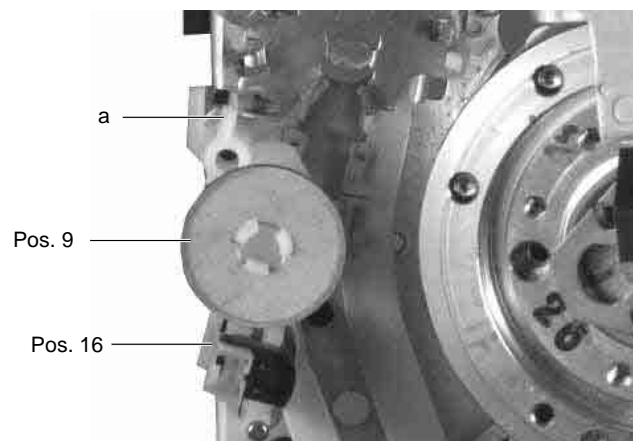

Fig. 21
- Décrocher le crochet de fixation du ressort (a) et retirer le dispositif stabilisateur à galets (Pos. 9) par le haut (Fig. 21).
- Retirer la tête d'effacement verticalement par le haut (Fig. 21).
- Loosen the fastening hook of the spring (a) and raise the damping roller (Pos. 9) to remove it (Fig. 21).
- Remove the erase head assembly in vertical direction (Fig. 21).